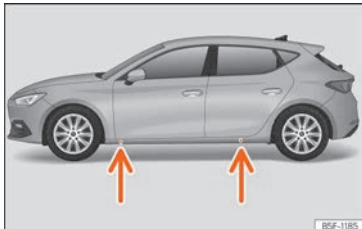

Fig. 45 Points de prise du cric.
- Recherchez sur le bas de caisse la marque du point d'appui du cric (zone renforcée) le plus proche de la roue à changer » » » fig. 45.